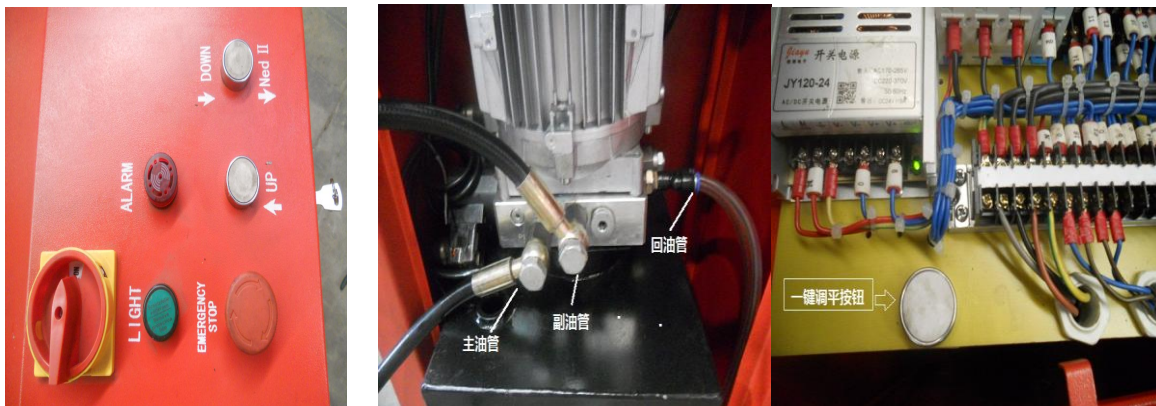

图 8
- 液压油缸在新安装和更换时中可能会在腔体中含有空气的可能，需进行排气处理。按住一键调平按钮(见图 8)，主、副油缸内的空气经上升和下降重复几次即可排出，看到透明胶管连续回油时，液压油缸调平，使左右平台达到相同高度。